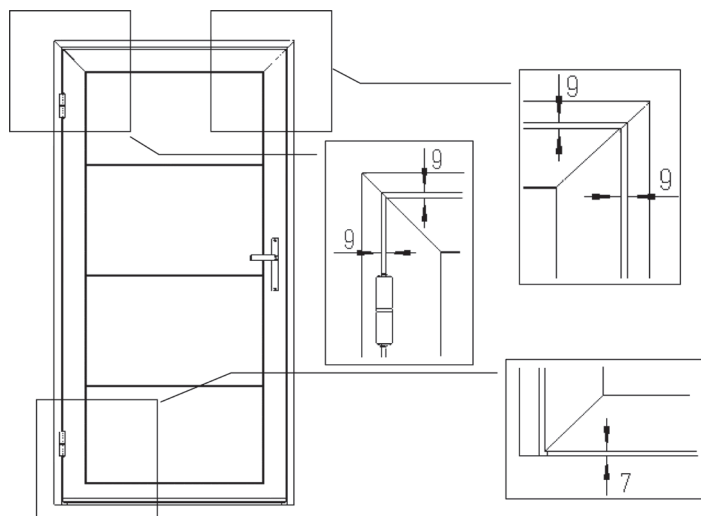

Рисунок 16
8.1. Конструкция петель позволяет регулировать положение полотна относительно коробки калитки с целью выравнивания зазоров между коробкой и полотном калитки (рисунок 16), а также степень прижатия уплотнительных элементов в притворе.